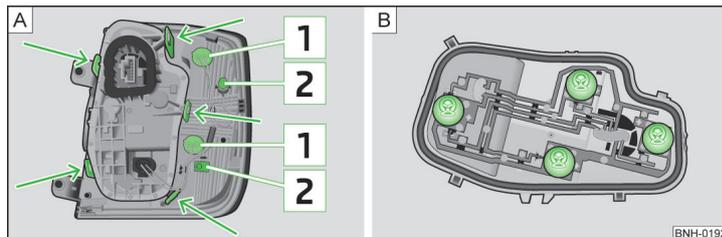

Fig. 158 Parte esterna delle luci / Parte interna delle luci
- Premere quindi con cautela le luci di retromarcia nella carrozzeria, in maniera tale che i dadi **2** » fig. 158 a pagina 174 vadano a inserirsi negli alloggiamenti previsti nella carrozzeria stessa » **!**.
- Ruotare il portalampada **1** » fig. 158 in senso antiorario ed estrarlo dal supporto.
- › Sbloccare il portalampada dalle linguette di bloccaggio » fig. 158 - **A** contrassegnate dalle frecce e quindi estrarre il portalampada dalle luci di retromarcia.
- › Ruotare la relativa lampadina » fig. 158 - **B** fino all'arresto **in senso antiorario** ed estrarla dal portalampada.